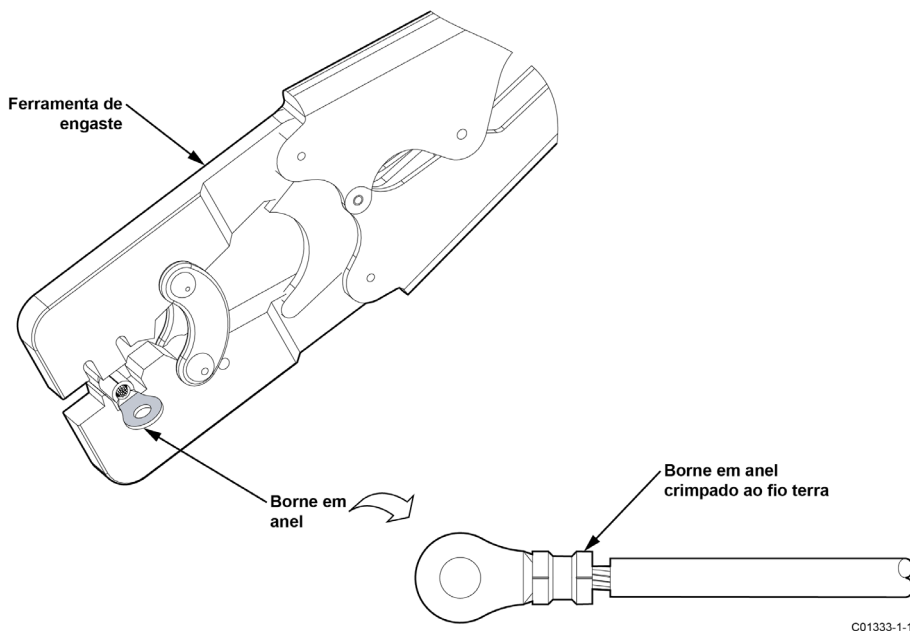

Figura 7 – Engaste do borne em anel do fio-terra
5. Ao prender o fio no lugar, aperte as alças da ferramenta juntas até soltar a catraca e, em seguida, deixe a alça da ferramenta abrir completamente. Veja a Figura 7.